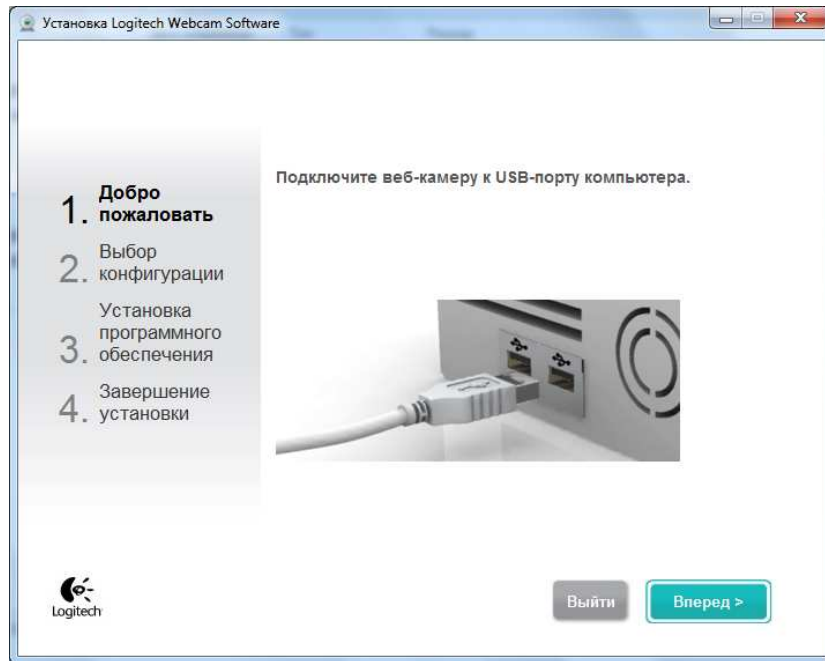

Рис. 15.
3. Соединить диафаноскоп с персональным компьютером шнуром USB, входящим в комплект поставки (Рис.15)